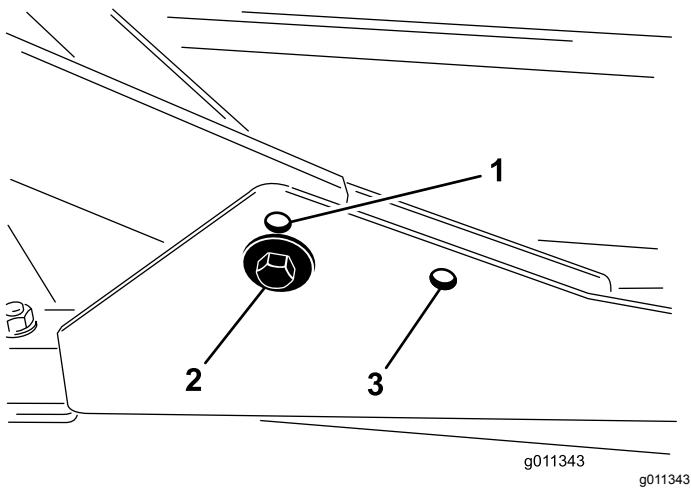

Figura 9
- Per altezze di taglio comprese tra 2,0 e 7,6 cm, montate i telai portanti anteriori nei fori di montaggio anteriori inferiori (Figura 9).
- Per altezze di taglio comprese tra 6,3 e 10 cm, montate i telai portanti anteriori nei fori di montaggio anteriori superiori (Figura 9).
Per tutte le altezze di taglio, montate l'apparato di taglio posteriore nei fori di montaggio posteriori (Figura 9).